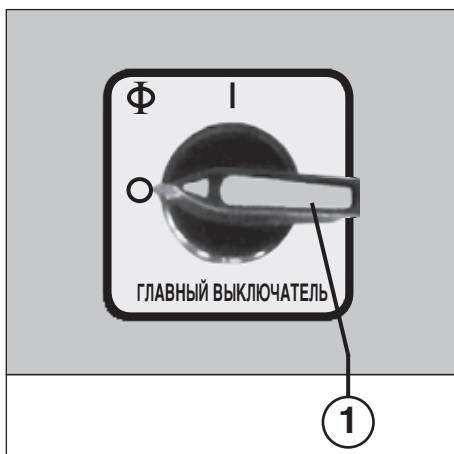

Рис. 1
ЭЛЕМЕНТЫ УПРАВЛЕНИЯ (рис. 1, 2 и 4):
- 1 = главный выключатель (агарийный) (рис. 1)**